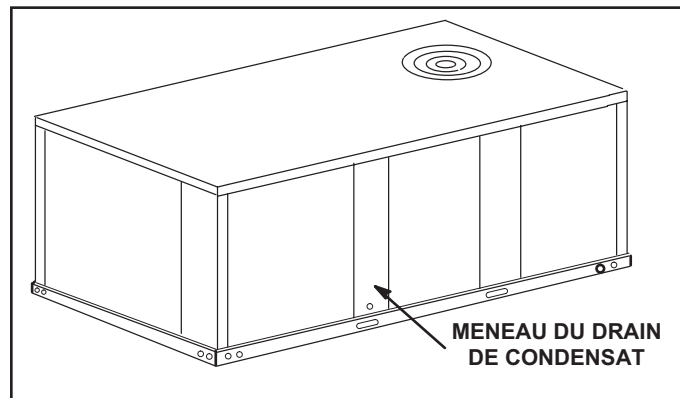

FIGURE 7
- 1 - Retirer le meneau de drainage du condensat. Voir FIGURE 7. Retirer les deux panneaux de chaque côté du meneau.
- 1 - Retirer le meneau de drainage du condensat. Voir FIGURE 7.